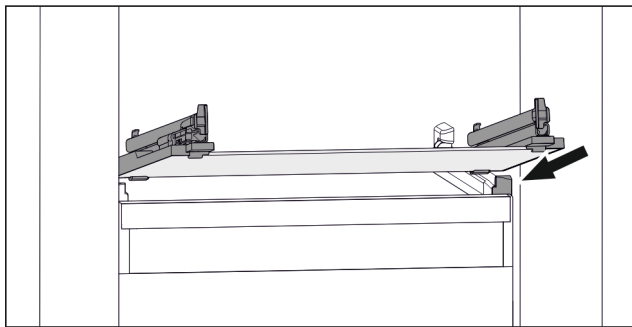

Fig. 110 Eksempel på fremstilling av glassplaten
- ▶ Sett glassplaten på skrå bak stopperne. (se Fig. 110)